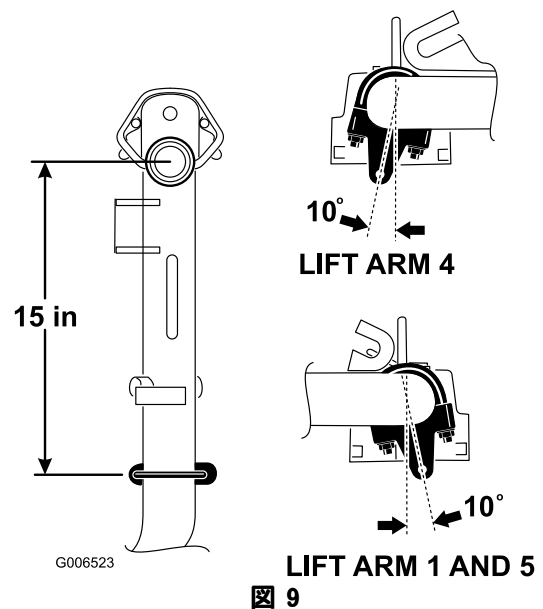

図 9
1. 昇降アーム1番、4番、5番では、チェーン・ブラケットとUボルトが、ピボット・ナックルの中心線よりも38 cm 後ろになるように取り付ける(図 9)。昇降アーム1番、5番では、ブラケットを垂直方向から右に10度回転させた状態で取り付ける(図 9)。昇降アーム4番では、ブラケットを垂直方向から左に10度回転させた状態で取り付ける(図 9)。